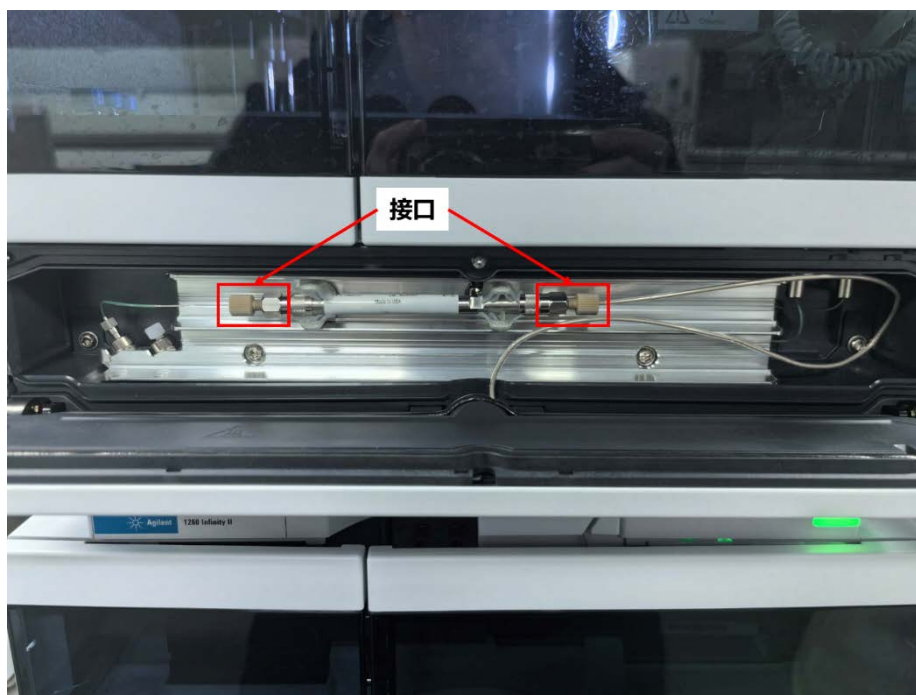

图 5 柱温箱模块实物图
5. 柱温箱模块(如图 5): 根据使用条件选择合适的色谱柱。目前装的色谱柱型号是 EC-C18, 使用前需要查阅色谱柱的说明书, 了解色谱柱的使用温度、pH 范围等, 对于 EC-C18, **禁止通过 100 % 的水流动相!** 如果需要更换色谱柱, 需要注意色谱柱流动方向, 并且两端需要与接口拧紧。拧紧后拔几下旁边管线, 如果不能拔出, 说明已经拧紧。如果测试条件下流动相压力超过 200 bar, 需要更换接口为金属接口。